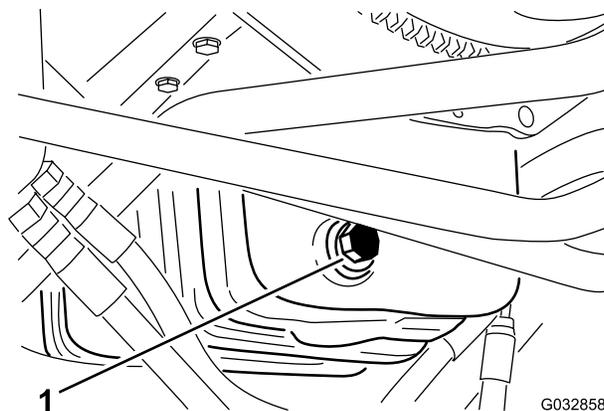

図 56
1. ドレンプラグ 図 56 を外してオイルを容器に受ける。